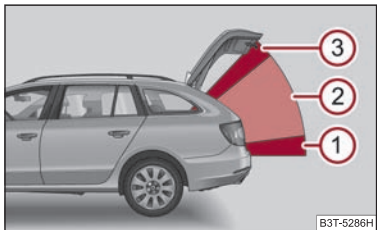

Fig. 7 Definizione dei settori
Per l'azionamento del portellone il sistema distingue 3 settori ⇒ fig. 7 in cui il funzionamento dei singoli elementi di comando è diverso. Si distinguono anche le posizioni finali del portellone - completamente chiuso nella serratura bloccata e completamente aperto.
L'estensione dell'area **③** ⇒ pag. 6, fig. 7 è proporzionale all'impostazione della posizione superiore del portellone ⇒ pag. 7, "Impostare la posizione superiore del portellone". Impostando la posizione superiore del portellone nell'area **②**, l'area **③** non viene attivata; l'estensione dell'area **②** è proporzionale alla posizione superiore del portellone impostata. ■